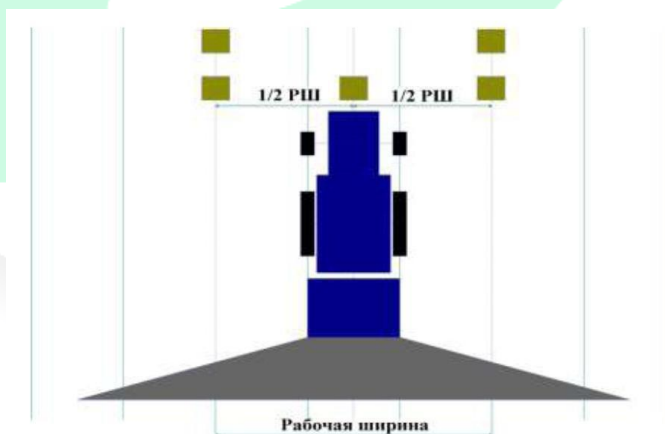

Рисунок 6.6 - Установка поддонов
- установить по два поддона друг за другом на расстоянии 1 м в зонах перекрытия и один в колее. Поддоны ставить в горизонтальном положении, установленные поддоны под углом могут привести к ошибкам при измерении (рисунок 6.6);